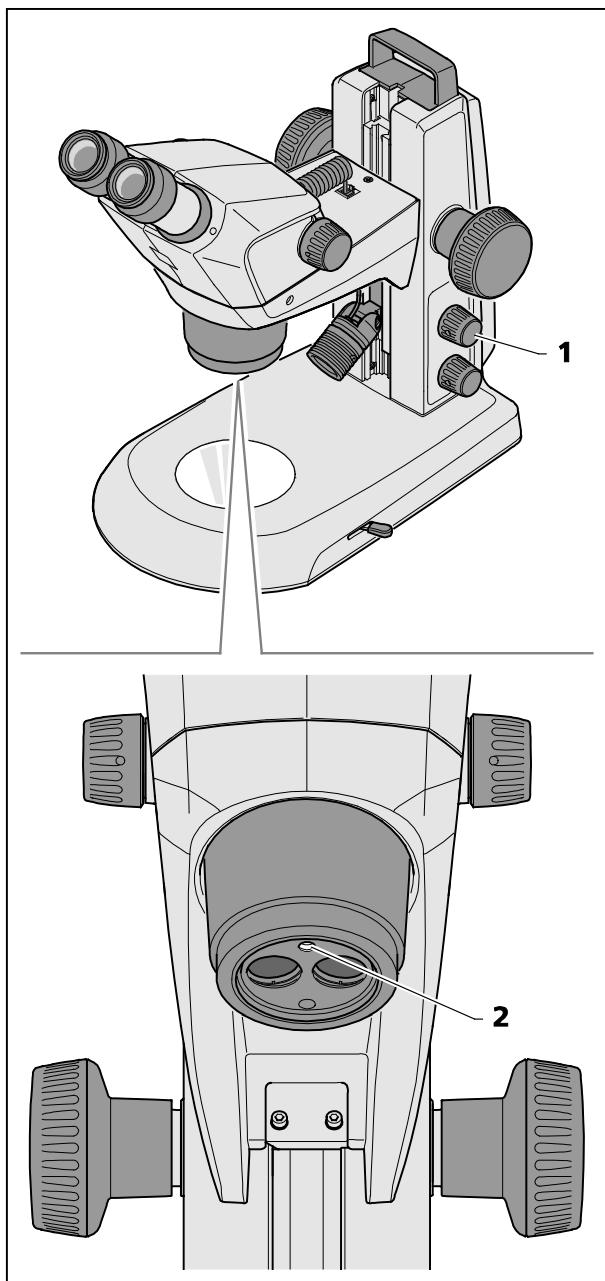

图 20 设置垂直照射
- 单击旋钮（图 20/1）可依次打开或关闭垂直照射（图 20/2）。